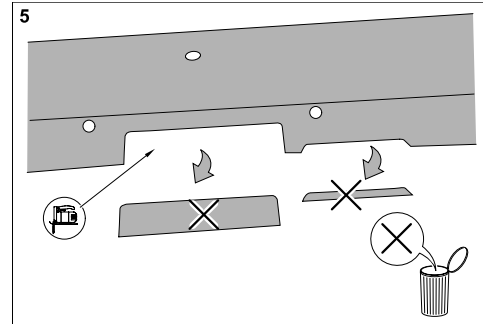

Figura 5: Barra del paraurti con taglio e smusso
14.) Ritagliare la barra del paraurti nella zona di montaggio del gancio di traino a sfera seguendo la marcatura. Sul bordo inferiore della barra del paraurti, nella zona della presa, praticare uno smusso 4x45° su una lunghezza di 80 mm (in corrispondenza della marcatura a sinistra sulla parte superiore della barra del paraurti); v. figura 5.